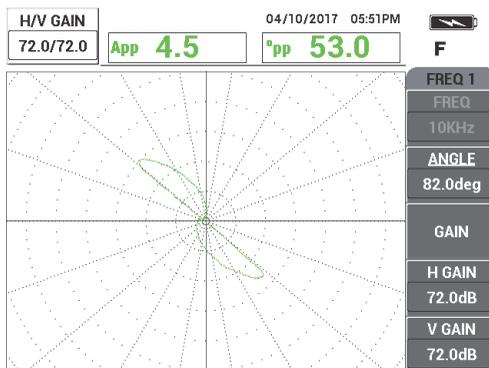

Рис. 5-162 Настройка усиления частоты 1
4. Нажмите клавишу **GAIN (dB)** и увеличьте усиление частоты 1, так чтобы сигнал отверстия поднялся на 6 деления вверх (см. Рис. 5-162 на стр. 257).